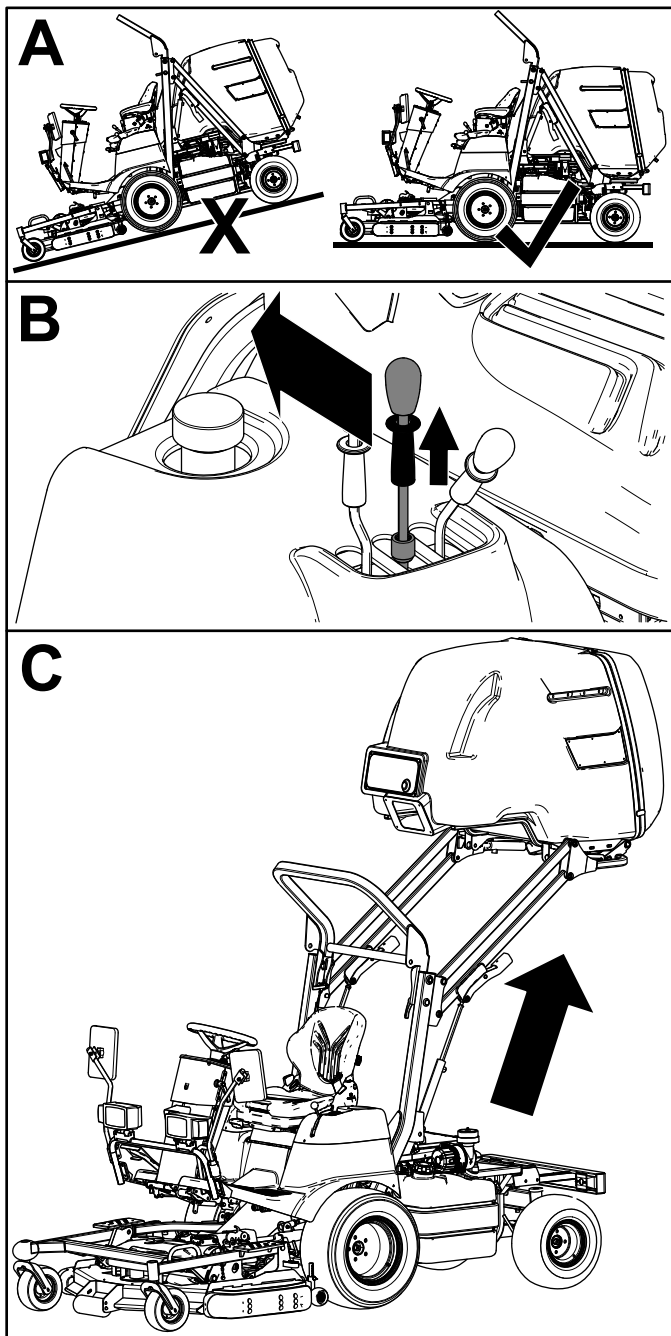

Bild 23
2. Ziehen Sie die Arretiermanschette am Fangbox-Hubhebel nach oben und schieben Sie den Hebel nach hinten, um die Fangbox anzuheben (Bild 23).